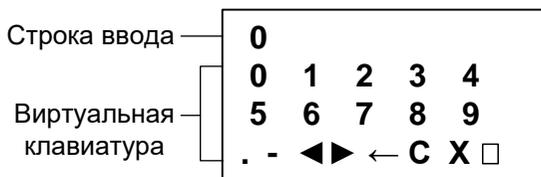

Рисунок 2.8 – Окно ввода
2.5.2.3 Задание значений в окне ввода осуществляется с помощью кнопок клавиатуры УР-31 и виртуальной клавиатуры на индикаторе УР-31 (рисунок 2.8).